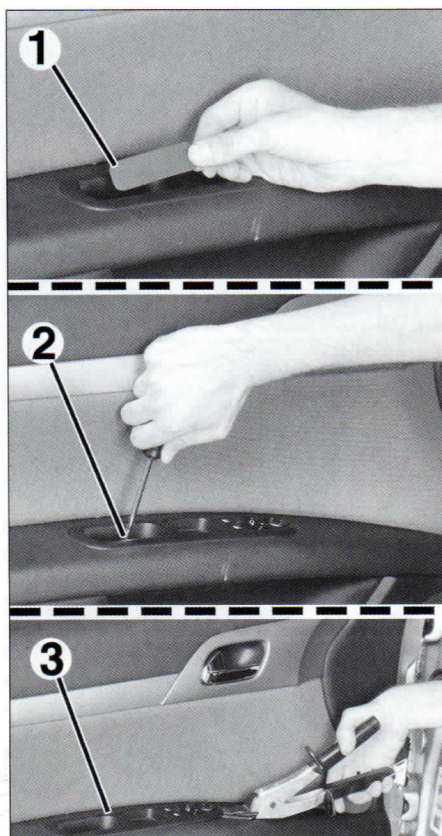

FIG. 21
bloque de interruptores (3) (fig. 21).